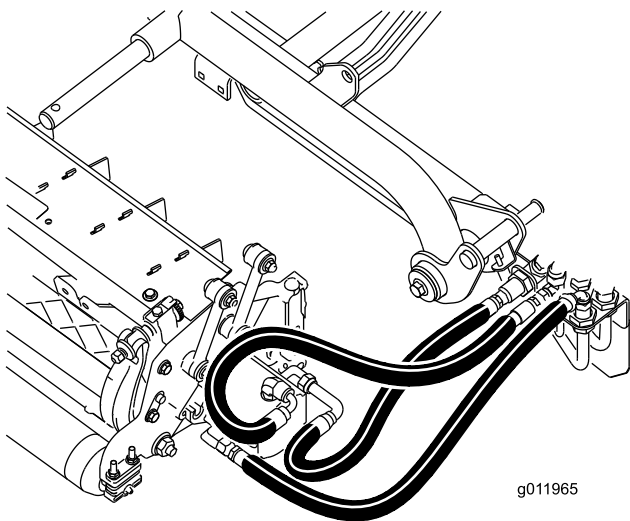

Figura 22
**Important:** Asigurați-vă că furtunurile nu prezintă răsuciri sau îndoiri puternice și că furtunurile unității de tăiere din spate sunt direcționate așa cum se arată în (Figura 22). Ridicați unitățile de tăiere și deplasați-le spre stânga (model 03171). Furtunurile unității de tăiere din spate nu trebuie să intre în contact cu suportul cablului de traciune. Repoziționați fittingurile și/sau furtunurile dacă este necesar.